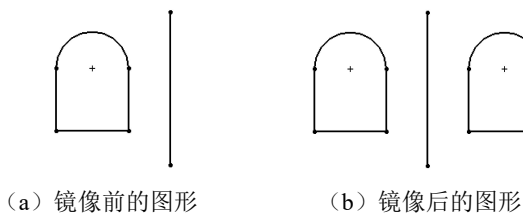

图 2-46 镜像草图的过程
下面以图 2-46 所示为例,介绍镜像现有草图实体的操作步骤。图 2-46 (a) 所示为镜像前的图形,图 2-46 (b) 所示为镜像后的图形。
(1) 执行命令。打开源文件“2.4.6.SLDPRT”。在草图编辑状态下,选择菜单栏中的“工具”→“草图工具”→“镜像”命令,或者单击“草图”面板上的“镜像实体”按钮,系统弹出“镜像”属性管理器。
(2) 选择需要镜像的实体。单击“镜像”属性管理器中“要镜像的实体”下面的矩形框,其变为浅蓝色,然后在绘图区域中框选如图 2-46 (a) 所示直线左侧的图形。
(3) 选择镜像点。单击“镜像”属性管理器中“镜像轴”下面的矩形框,其变为粉红色,然后在绘图区域中选取如图 2-46 (a) 所示的直线。
(4) 确认镜像的实体。单击“镜像”属性管理器中的“确定”按钮,草图实体镜像完毕,镜像后的图形如图 2-46 (b) 所示。